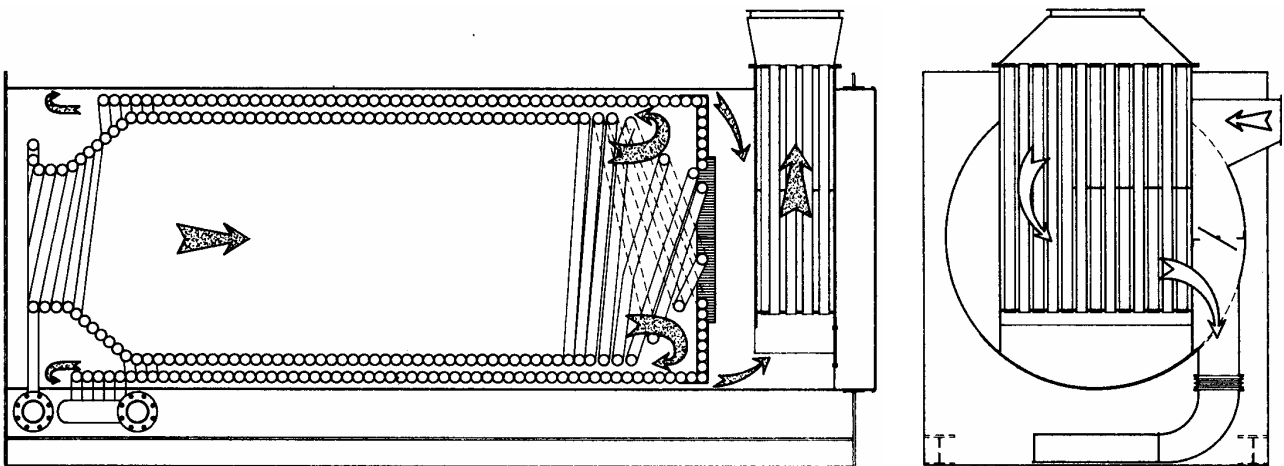

Рис. 2
- Мощностью 1.200.000 ÷ 8.000.000 ккал/ч (Рис. 2)